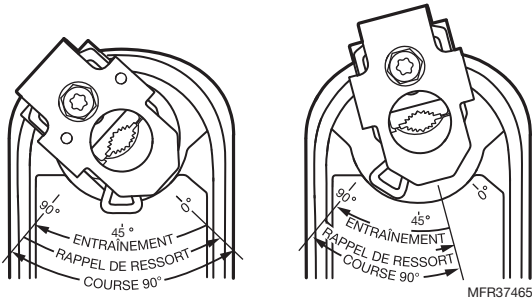

Fig. 5. Réduction de la course.
3. Faites pivoter l'accouplement dans la position désirée, en l'alignant sur l'étiquette de course. Voir Fig. 5.
EXEMPLE : Le réglage de l'accouplement de l'arbre à une position de sécurité intégrée approximative de 30 degrés (comme indiqué sur le boîtier) limite la course à 60 degrés. (Voir Fig. 5).